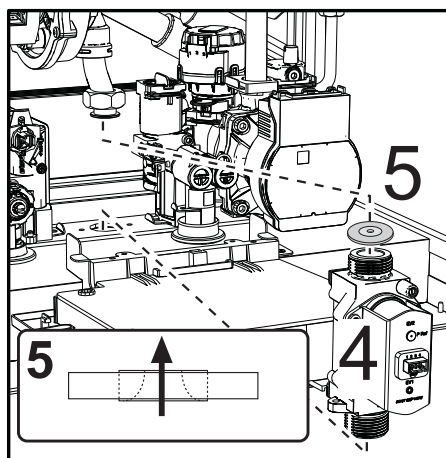

fig. 59
- Extraiga la válvula del gas "4" y el diafragma de gas "5" (fig. 59).